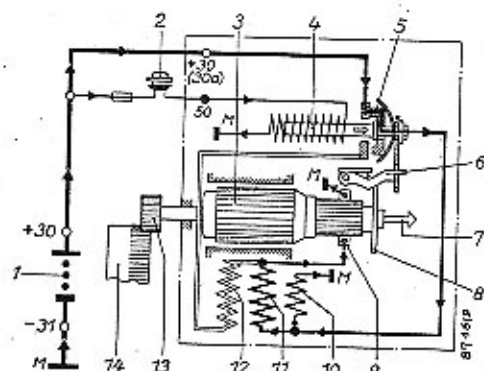

Bild 30. Stromverlauf beim Anlassen (Hilfsstrom)
3. Die Strombrücke 5 liegt zunächst mit dem einen längeren Schenkel auf dem Kontakt auf, da die Sperrklinke 6 ein weiteres Anziehen verhindert (Bild 30). Es fließt jetzt ein Strom von der Batterie über die Strombrücke durch die